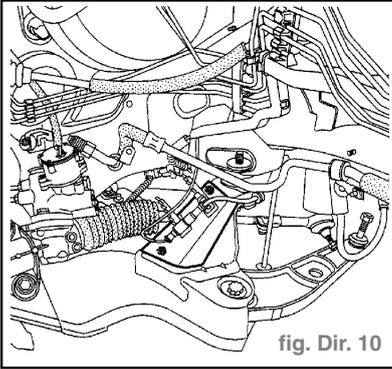

fig. Dir. 10
- le support (sur longeron) du connecteur de capteur ABS avant gauche (deux vis) (fig. Dir. 10)